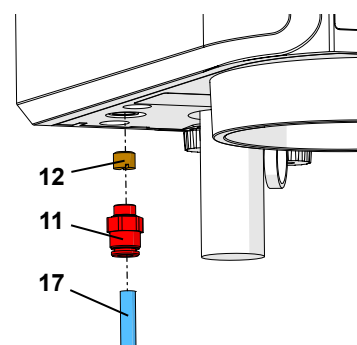

Fig. 15-a
**Indgangsfiler sat på, foran tryklufttilslutningen (fig. 15-b).**
- ⇒ Tryk ringen på indgangsfileret (12) op, og træk trykluftslangen (17) af.
- ⇒ Tryk ringen på tryklufttilslutningen (11) op, og træk indgangsfileret (12) af.